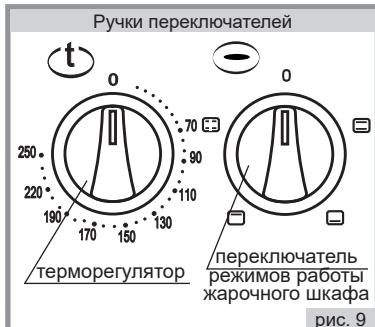

рис. 9
который задает необходимую температуру (рис.9). Значения температур указаны на панели управления и являются ориентировочными, могут колебаться в пределах  $\pm 15^{\circ}\text{C}$ .
- Для включения нагревательных элементов необходимо повернуть по часовой стрелке ручку терморегулятора (рис.9) и установить выбранный температурный режим.